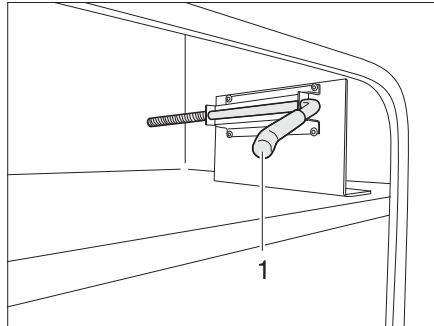

Fig. 46 Crochet de sécurité du portillon extérieur, position de départ
- Sortir le crochet de sécurité (Fig. 46,1) avec l'autre main.
- Repousser prudemment le crochet de sécurité dans la position de départ (Fig. 46,1).